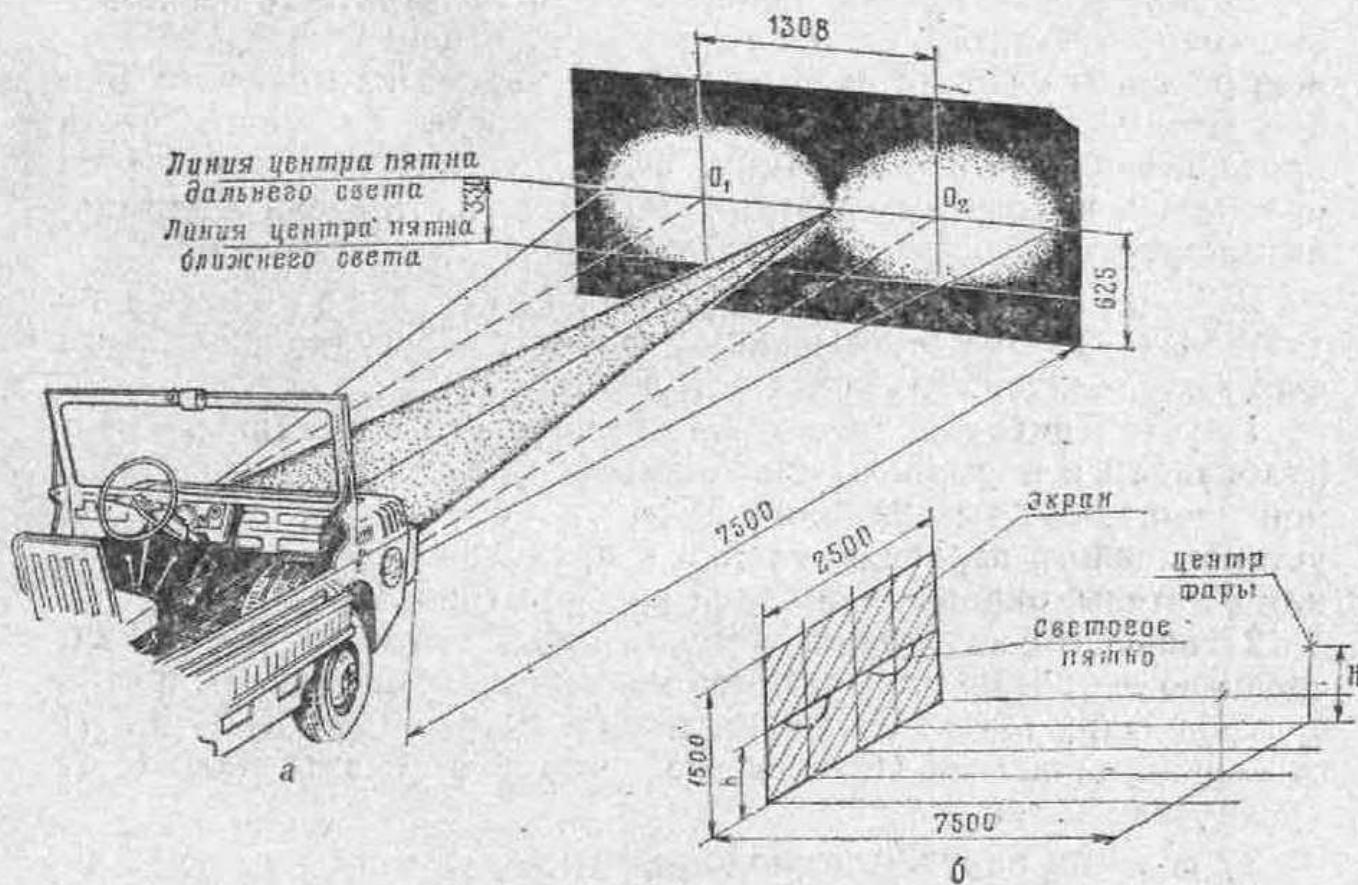

Рис. 103. Регулировка света фар:
2) разметьте экран, как показано на рис. 103, а;
5) если световое пятно расположено неправильно по отношению к разметке на щите, снимите декоративный ободок зиновую прокладку и, вращая регулировочный винт 6 (рис. 103), совместите центр светового пятна с центром креста на ране;
1) установите снаряженный автомобиль со специальным оборудованием и нормально накачанными шинами на горизонтальной площадке на расстоянии 7,5 м от линз насадок до экрана, установленного перпендикулярно к продольной оси автомобиля, или от стены, окрашенной белой краской (рис. 103, б);